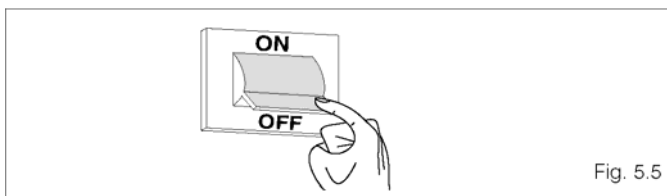

Fig. 5.5
- Установите главный выключатель системы в положение «выключено» (рисунок 5.5).